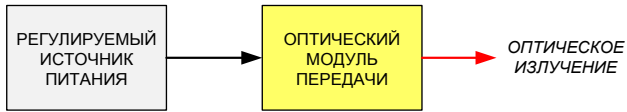

Рис.2. Структурная схема соединений оптического модуля передачи с источником питания
6. Выберите один из передатчиков с красным светодиодом и установите его переключатель режимов *Mode* в положение **DIGITAL**(цифровой). Для выполнения исследований, используется структурная схема рис.2.